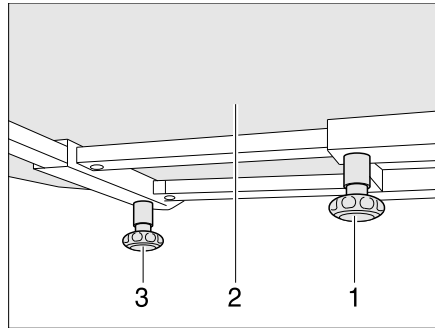

Bild 78 Fester Tisch
- Rändelschraube (Bild 78,1) lösen.
- Tischplatte (Bild 78,2) in die gewünschte Position verschieben.
- Rändelschraube (Bild 78,3) lösen.